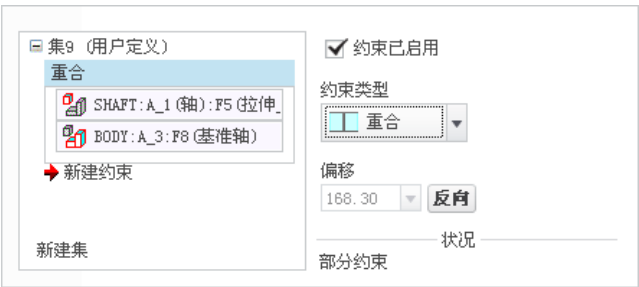

图 9.5.24 “重合”约束参考
(1) 单击 **模型** 功能选项卡 **元件** 区域中的“装配”按钮 。打开名为 shaft.prt 的零件。
(2) 创建 **轴** “重合”和基准面“重合”装配约束，将零件轴（Shaft）装配到零件机体（Body）中。轴 **重合** 约束和基准面 **重合** 约束的参考分别如图 9.5.24 及图 9.5.25 所示。